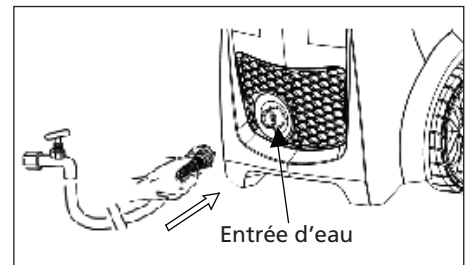

Figure 14 - Attachez le tuyau d'arrosage à l'unité (seulement pour le modèle PW1835)
7. Attachez le tuyau d'arrosage à l'unité (voir les figures 14 et 15).